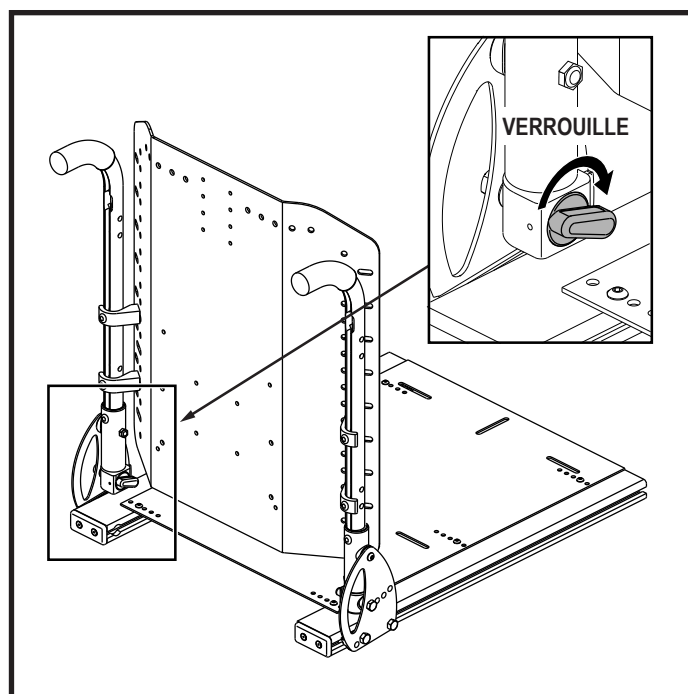

Figure 7. Montants de dossier repliables (Verrouillé)
2. Tournez les leviers (un sur chaque montant) vers l'avant pour bloquer le dossier en place. **Voir la figure 7.** Assurez-vous que l'autocollant rouge sur le levier n'est pas visible.